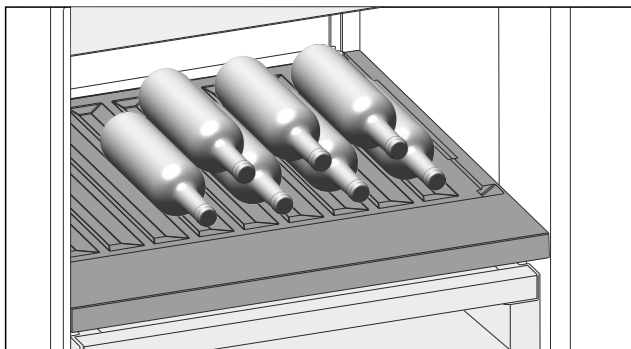

Fig. 138 Shembull ilustrues
- Shtrini shishet me fundin të drejtuar në faqen e pasme të frigoriferit. (shihni Fig. 138)